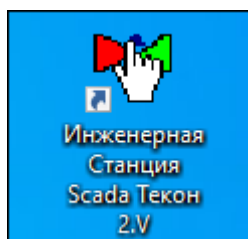

Рисунок 2.2. Ярлык SCADA системы ТЕКОН на Рабочем столе
- 8) После установки на рабочем столе появится ярлык для запуска компонентов системы рис. 2.2.